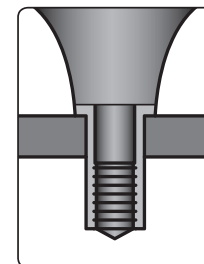

Fig. 5
- 5) Insérez l'écrou du rivet dans le trou d'installation (fig. 5).